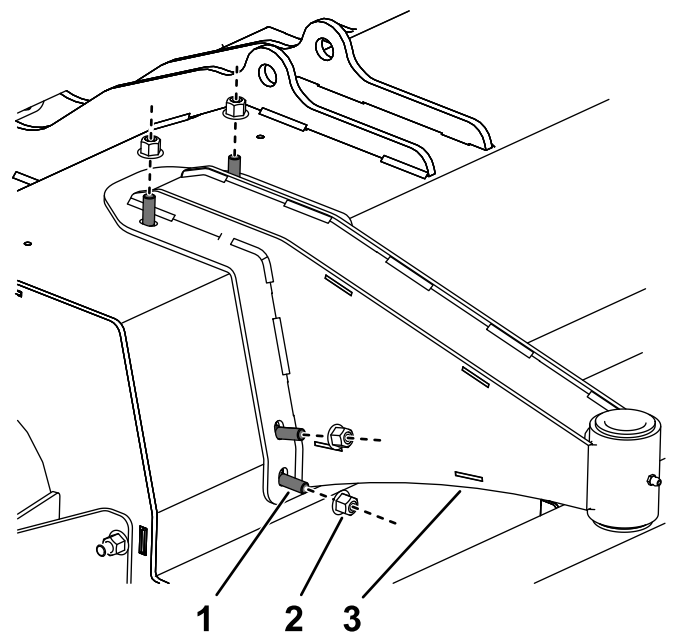

Figura 7
- Montai fiecare bra de roată pivotantă la unitatea de tăiere cu 6 uruburi de fixare (M10) și 6 contrapiulițe (M10), aa cum se arată în Figura 7; strângeți contrapiulițele la un cuplu de 47 - 57 N·m.